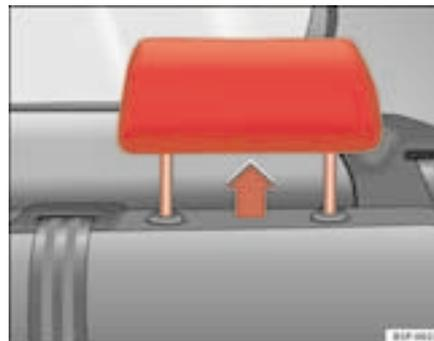

Fig. 5 Encostos de cabeça em posição de utilização
- Três posições **de utilização** ⇒ fig. 5. Nestas posições, o encosto de cabeça funciona como um encosto de cabeça convencional, protegendo juntamente com o cinto de segurança os passageiros dos lugares traseiros.